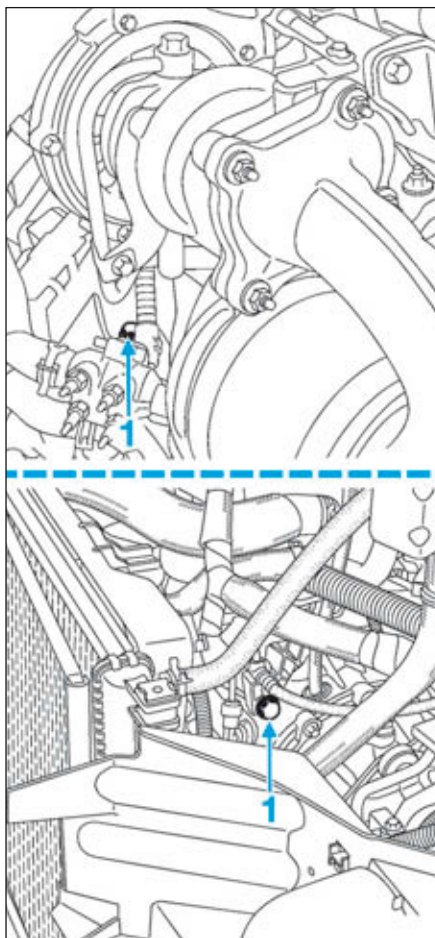

FIG.2
- Déposer les vis (1) (Fig.2) de la goulotte du faisceau électrique.